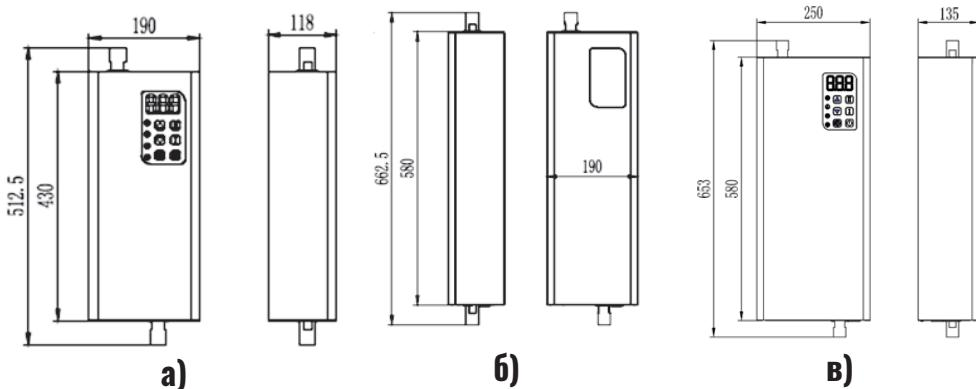
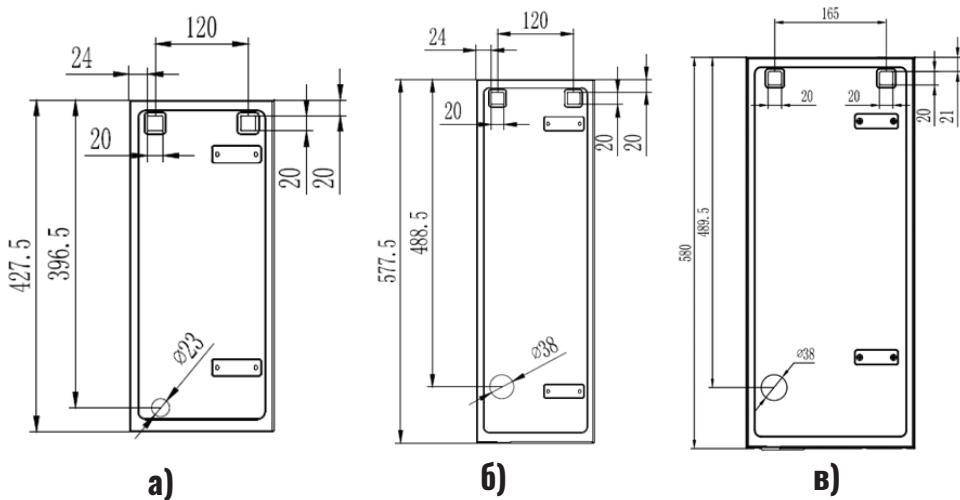

Рисунок 2. Габаритные размеры.
Рисунок 3. Монтажные размеры для крепления на стены.
- 9.8.** ТЭН внутри теплообменника крепится с помощью фланца поз.9 и болтов поз.10. Герметичность обеспечивает силиконовая прокладка между ТЭНом и теплообменником. Котел облицован съемной декоративной панелью. Габаритные размеры котла приведены на Рис. 2. и Рис. 3. Схема подключения котла к электросети приведена на рисунках 6.1., 6.2., 6.3. в зависимости от модели котла.